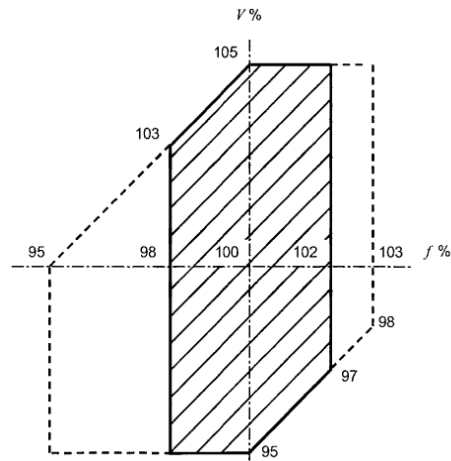

Figura 2.1: Limites das variações da tensão e frequência (IEC60034-3)
- Conforme definido pela área sombreada da Figura 2.1, o gerador deverá ser capaz de fornecer continuamente sua potência nominal, operando em seu fator de potência nominal, com uma variação de $\pm 5\%$ da tensão e de $\pm 2\%$ da frequência. Conforme o ponto de operação se distânciar dos valores nominais de frequência e tensão, a temperatura dos enrolamentos do gerador pode aumentar progressivamente;
- Conforme definido pelo limite exterior da Figura 2.1, o gerador também deverá ser capaz de fornecer continuamente sua potência nominal, operando em seu fator de potência nominal, com uma variação de $\pm 5\%$ da tensão e de +3 e -5% da frequência. No entanto, neste caso a elevação de temperatura será ainda maior do que no caso anterior. Assim, para minimizar a redução do tempo de vida do gerador devido aos efeitos da temperatura, a operação fora da área sombreada deverá ser limitada quanto a sua extensão e frequência com que ocorre. A potência do gerador deve ser reduzida ou outra medida corretiva deve ser tomada.
Geradores Ex "e" são projetados para admitir variações da tensão nominal máxima de 5% e da frequência de $\pm 2\%$, conforme Figura 2.1.